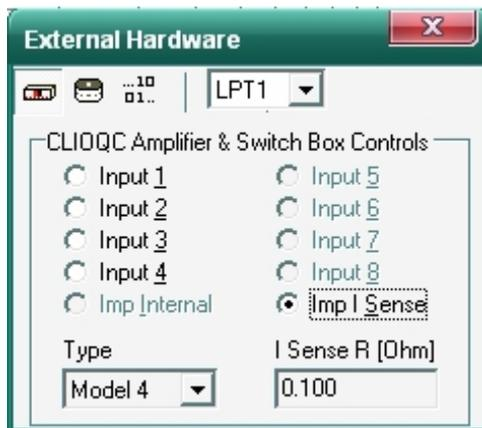

图11-10
11.3.2. 电流感应模式I Sense 测量阻抗需要通过外部硬件对话框进行设置才可实现，点击主工具栏的  外部硬件操控图标进入如图11-10 的外部硬件对话框，在Type 栏选中CLIO QCBOX 的型号并选取Imp I Senses 模式。其它的操作步骤同内部模式。不再详叙。